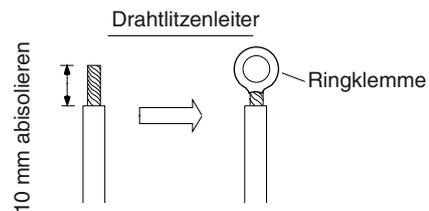

**Abb. 3-98**
- (1) Das Kabelende mit einem Seitenschneider beschneiden, dann die Isolierung abziehen, um ungefähr 7 mm der Litze freizulegen. Siehe Schild (Abb. 3-98) neben der Klemmenplatte.
- (2) Die Klemmschraube an der Klemmenplatte mit einem Schraubendreher lösen.
- (3) Die Drahtlitze einführen und die Klemmschraube mit dem Schraubendreher fest anziehen.